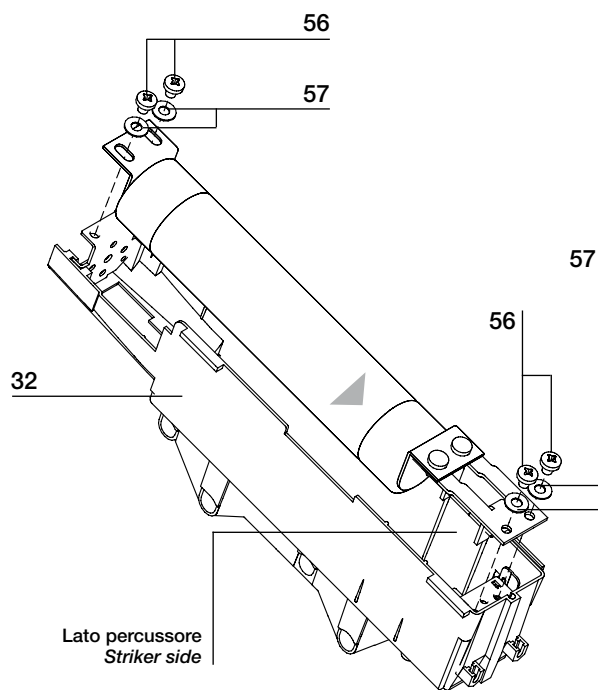

Fig. 6c
c) Montaggio dei fusibili (fig. 6c)
c) Assembling the fuses (fig. 6c)